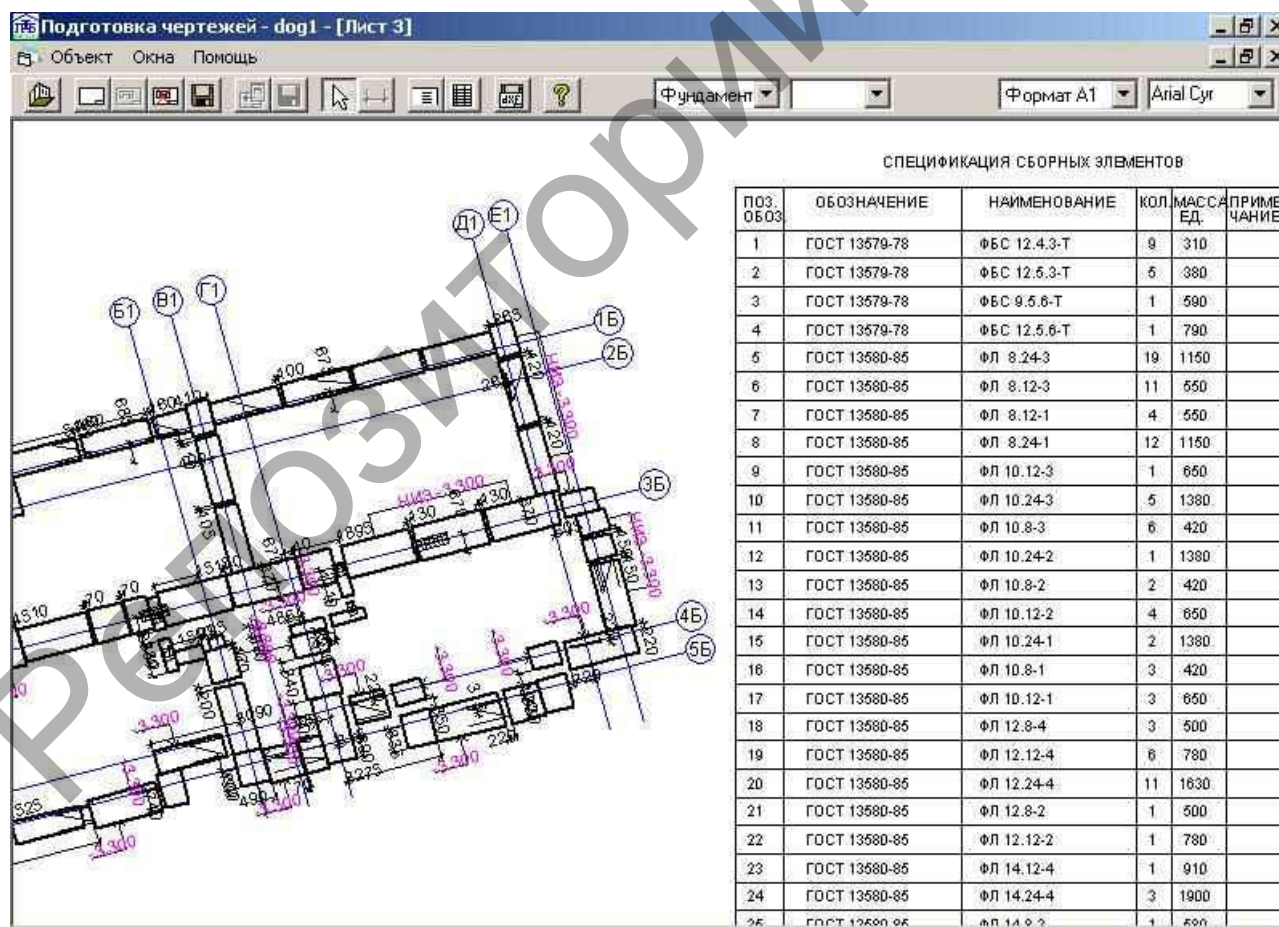

Рисунок 6 – Чертеж раскладки подушек
- схема раскладки фундаментных подушек (рис. 6) или расстановки свай со спецификацией сборных элементов;